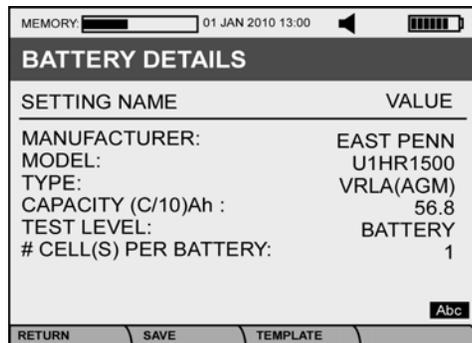

Figura 2.4. Menú de Tipo de Batería (Detalles de Batería).
(2) **TIPOS DE BATERÍAS** –A través de esta pantalla el usuario puede introducir los **DETALLES DE BATERÍA** para la batería que se esté probando. La **Figura 2.4** muestra la pantalla del **TIPO DE BATERÍA**. Los siguientes datos son requeridos para esta pantalla: